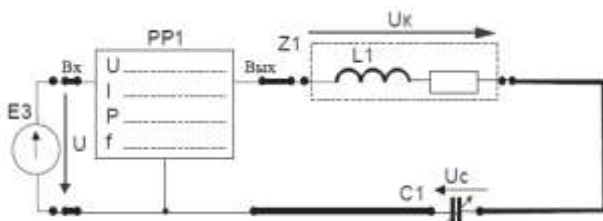

Рисунок 12 - Электрическая цепь с последовательным соединением элементов
1. Собрать электрическую цепь с последовательным соединением элементов (рис. 12) и предъявить её для проверки преподавателю.